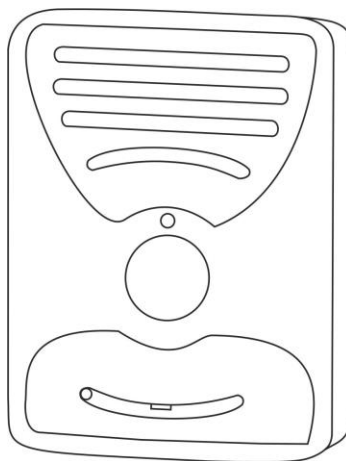

Рисунок 5.20. Переговорное устройство MP-522P1
4. Переговорное устройство MP-522P1 (рис.5.20).